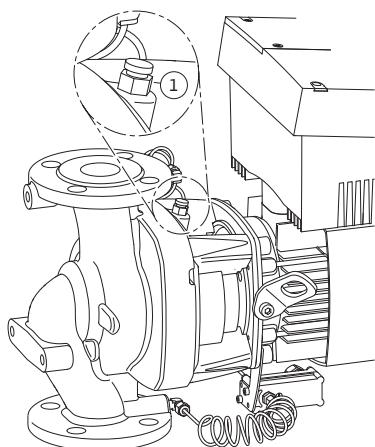

Fig. 47: Zawór odpowietrzający
- Pompy należy odpowietrzać poprzez poluzowanie zaworów odpowietrzających (Fig. 47, poz. 1.). Praca na sucho prowadzi do zniszczenia uszczelnienia mechanicznego pompy. Nie wolno odpowietrzać czujnika różnicy ciśnień (ryzyko zniszczenia).